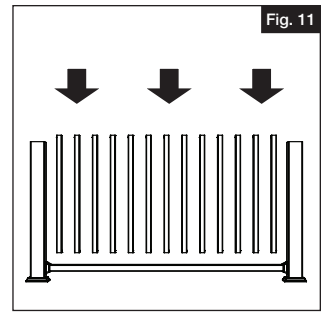

Fig. 11
- Empuje todos los barrotes en el travesaño inferior (Fig. 11).
- a. Coloque el soporte metálico de la escalera superior en el riel superior. Centre el soporte en el poste. Utilice los agujeros del soporte como guía para taladrar los agujeros inferiores con una broca de $\frac{5}{32}$ " (Fig. 10). Introduzca uno de los tornillos #10 de $2\frac{1}{2}$ " por este agujero. Taladre el otro agujero inferior e introduzca en él otro tornillo de $2\frac{1}{2}$ ". Ahora taladre los 2 agujeros superiores del soporte (Fig. 11). Introduzca otros dos tornillos de $2\frac{1}{2}$ " en esos agujeros. Tenga cuidado de no apretar demasiado.